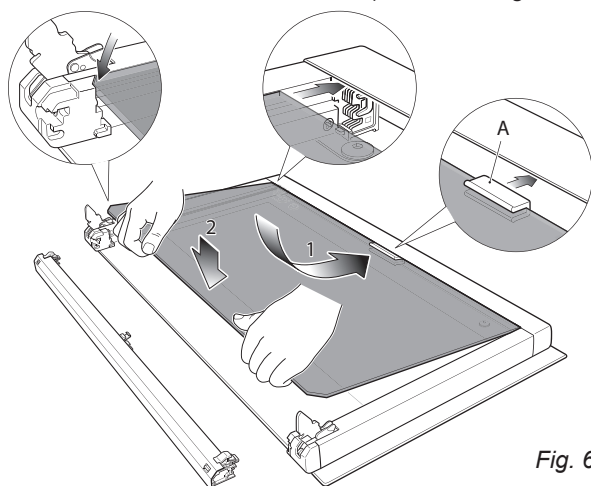

Fig. 6.17
- Verificare che la guarnizione "A" sia in posizione (fig. 6.17), altrimenti posizionarla correttamente sul bordo del vetro interno in posizione centrale.